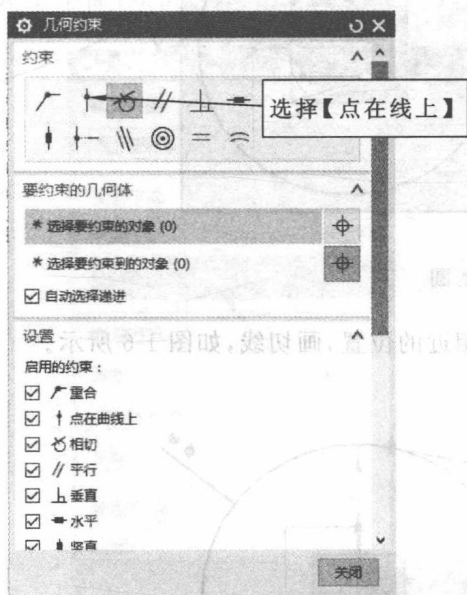
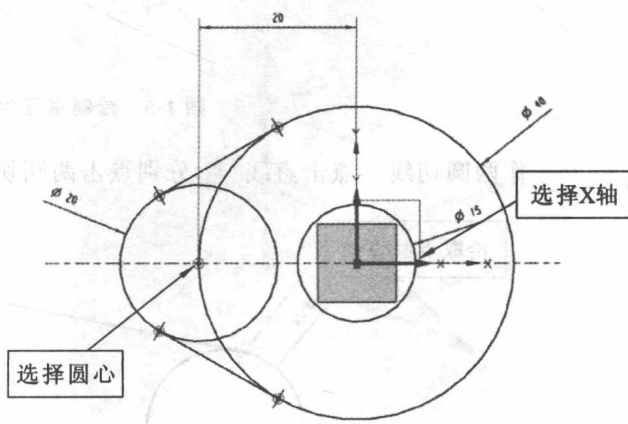

图 1-9 选择【点在直线上】
图 1-10 完全约束
(8) 约束 $\phi 20$ 圆的圆心在 X 轴上。点击【几何约束】，弹出图 1-9 所示的对话框，点击【点在直线上】，点击 X 轴，点击圆心，图形完全约束如图 1-10 所示。